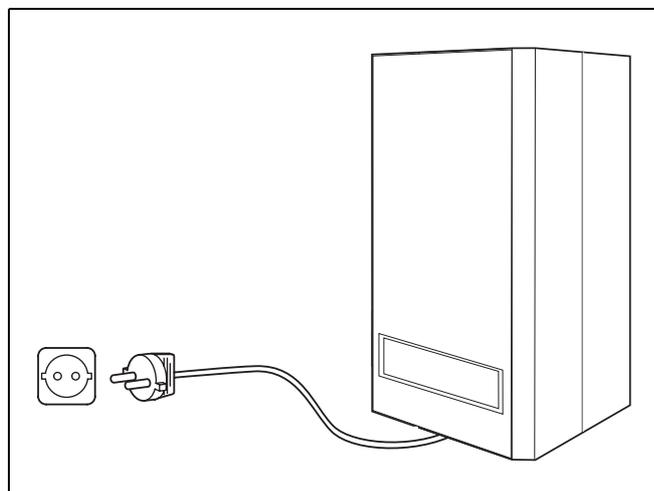

Fig. 10 Allacciamento alla rete di alimentazione
L'allacciamento alla rete di alimentazione si effettua inserendo la spina in una presa (230 VAC/ 50 Hz) dotata di collegamento di messa a terra (fig. 10).
- Inserire la spina dell'apparecchio in una presa a muro dotata di collegamento a terra (fig. 10).